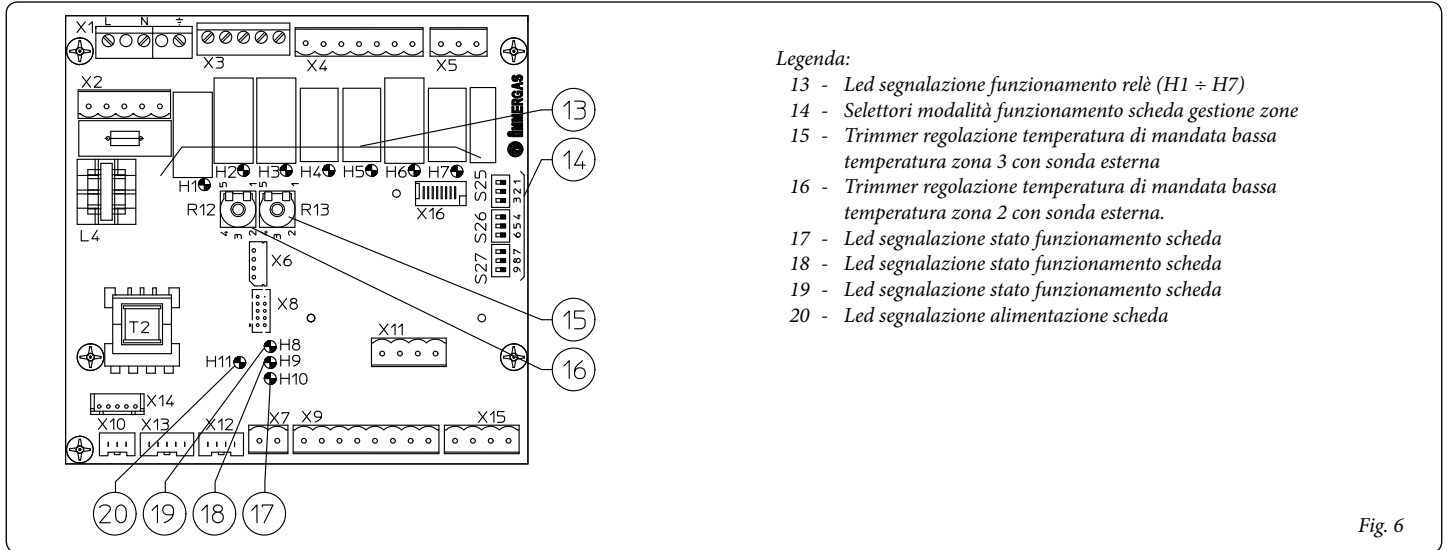
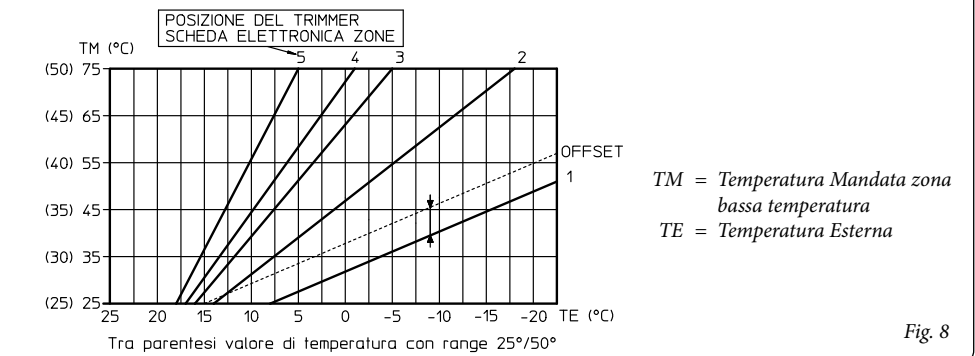

Fig. 6
Fig. 8
I led da 1 a 7 (13 Fig. 6) identificano l'accensione del relativo relè:
- **Controllo della zona in Bassa Temperatura.** La correlazione fra temperatura di mandata e temperatura esterna è determinata dalla posizione dei trimmer (15 - 16 Fig. 6) presenti sulla scheda a zone secondo la curva rappresentata nel diagramma (Fig. 8).